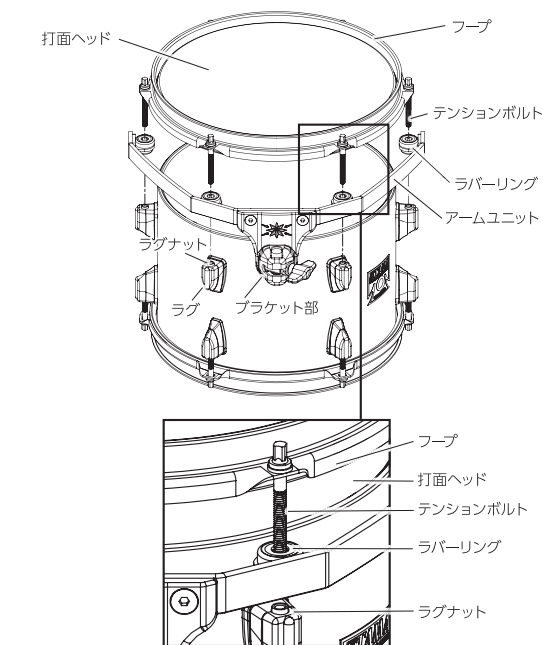

図2-1A
- * 新しいヘッドをタムタムに乗せ、図2-1Aのようにテンションボルトがフープからラバーリングを貫通してラグナットに入るように通します。